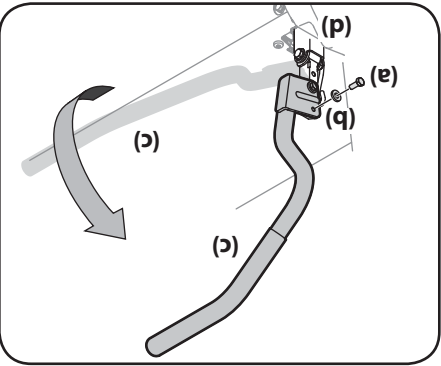

Figure 2-4
2. Redressez le levier de conduite (c) jusqu'à ce que la fente du support (c) soit alignée avec l'un des trous du support de pivotement (d). Voir la Figure 2-4.
1. Retirez les vis à tête hexagonale (a) et des rondelles plates (b) de la sachet de boulonnerie dans votre sac manuel. Voir la Figure 2-4.